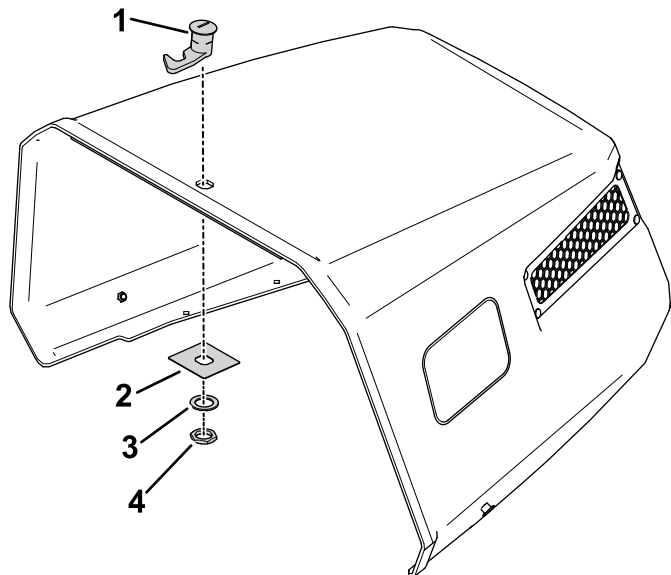

Figura 52
3. Utilizzate il controdado del fermo, il distanziale e la piastra del fermo per fissare il fermo al cofano (Figura 52).